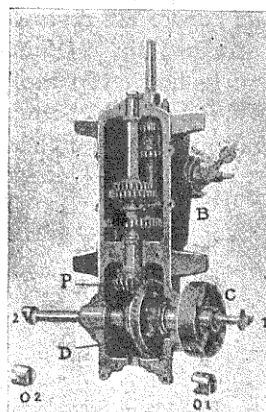

Fig. 187. — Changement de vitesse Gladiator. Transmission des chaînes.
**B. Transmission par chaînes.** — Le montage de la transmission par chaînes se compose, comme une transmission par cardans, d'une boîte de vitesses B (fig. 187), dont les deux arbres sont ici l'un au-dessus de l'autre au lieu d'être l'un à côté de l'autre ; ceci n'a, du reste, aucune importance.